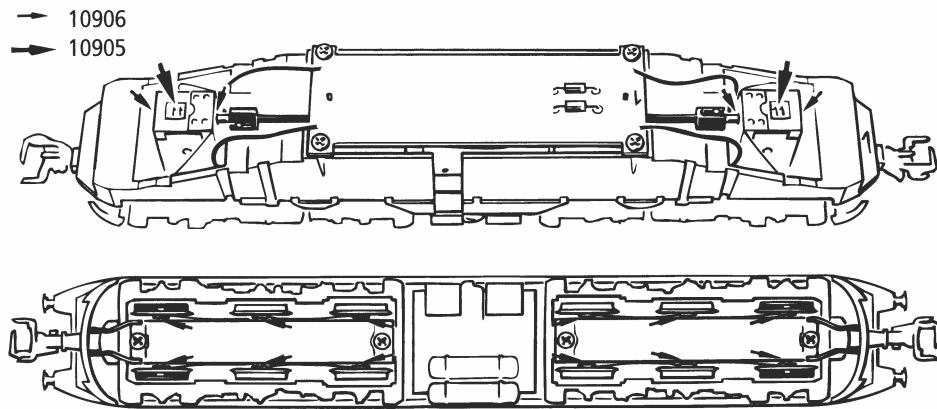

Fig. 10
3. Haftreifenwechsel: Zuerst den Getriebedeckel abnehmen (Fig. 4). Danach den Radsatz herausnehmen und den **Haftreifen** mit einer Nadel oder einem feinen Schraubendreher abziehen (Fig. 10 bzw. 7). Beim Aufziehen des neuen Haftreifens bitte darauf achten, dass dieser sich **nicht verdreht**.
3. Échange des bandages d'adhérence: Démontez d'abord le couvercle du carter des engrenages (fig. 4). Délogez ensuite les essieux bandagés et enlevez, à l'aide d'une aiguille ou d'un tourne-vis fin les bandages d'adhérence (fig. 10 bzw. 7). Lors du montage des nouveaux bandages veuillez veiller à ce que les bandages **ne soient pas tordues**.
3. Change of traction tyre: Remove **gear cover** (fig. 4). Take out **wheel set** and remove **traction tyre** using a pin or a fine screwdriver (fig. 10 bzw. 7). When pressing on the new traction tyre please **avoid twisting it**.